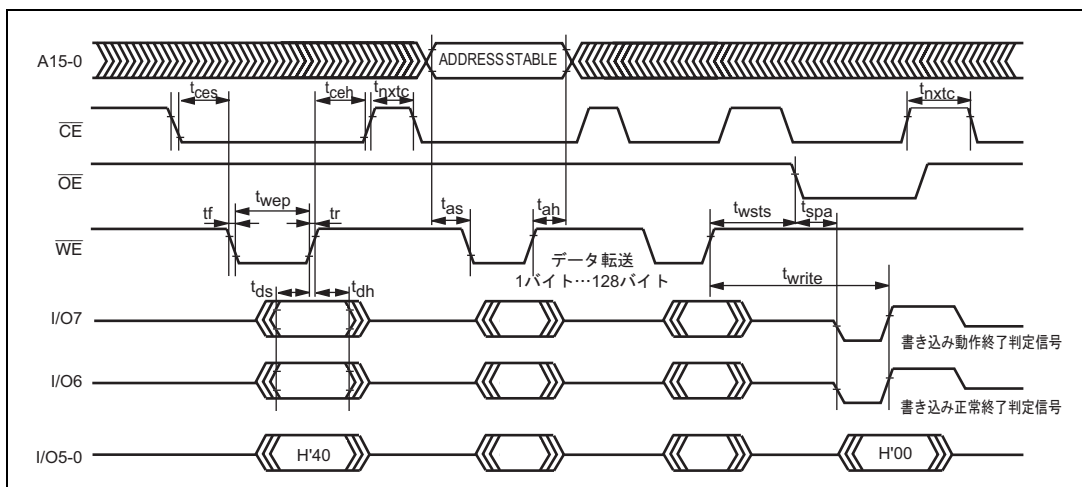

図 6.17 自動書き込みのタイミング波形
5. メモリアドレスの転送は第2サイクルで行います（図6.17）。第3サイクル以降は転送しないでください。
| コマンド書き込みサイクル | tnxtc | 20 | | μs | 図 6.17 |